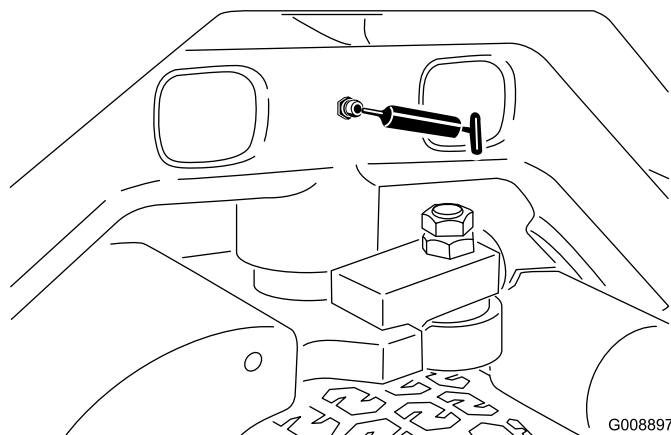

Figure 42
- Pivot de direction (Figure 42)